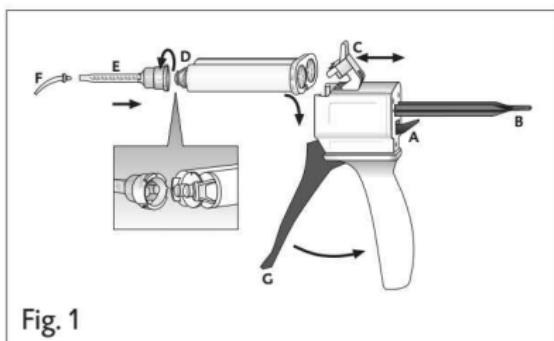

Fig. 1
1. 将注射枪后部的控制杆[图1, Pos. A]向上推，并完全撤回滑杆[图1, Pos. B]
2. 推起塑料控制杆[图1, Pos. C]，插入弹药筒后放下塑料控制杆[图1, Pos. C]，制锁弹药筒。
1. 逆时针旋转90度，取下弹药筒头帽或使用过的混合头[图1, Pos. D]并弃之。
2. 安装新混合头[图1, Pos. E]。
1. 向上推起注射枪后部的控制杆[图1, Pos. A]，并直接拉出滑杆[图1, Pos. B]。
2. 推起注射枪顶端的塑料控制杆[图1, Pos. C]，取下弹药筒。